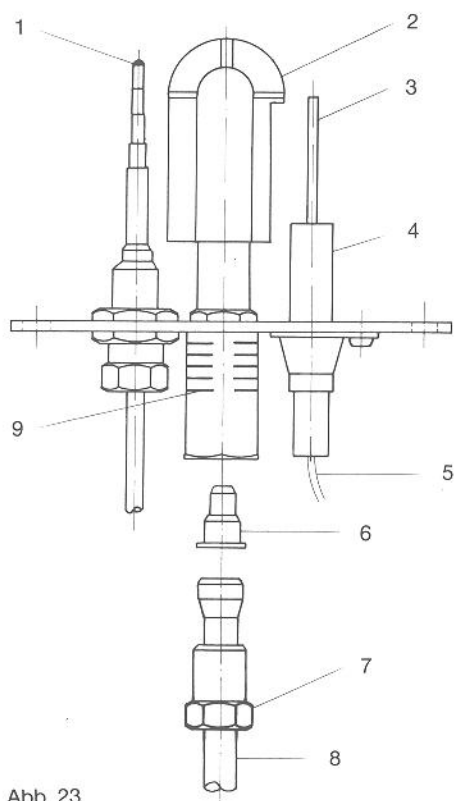

Abb. 23
4. Nach Lösen der Zündgasleitung (Abb. 23 Pos. 8) Zündgasdüse (Abb. 23 Pos. 6) austauschen.